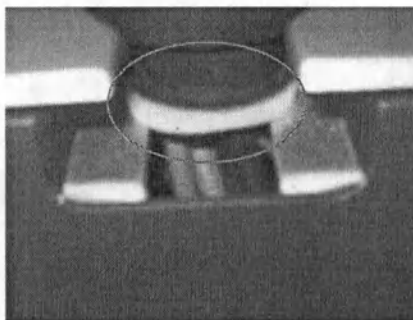

Рисунок 63. Разъемная труба
- Осторожно выдвиньте разъемную трубу наружу (Рисунок 63).